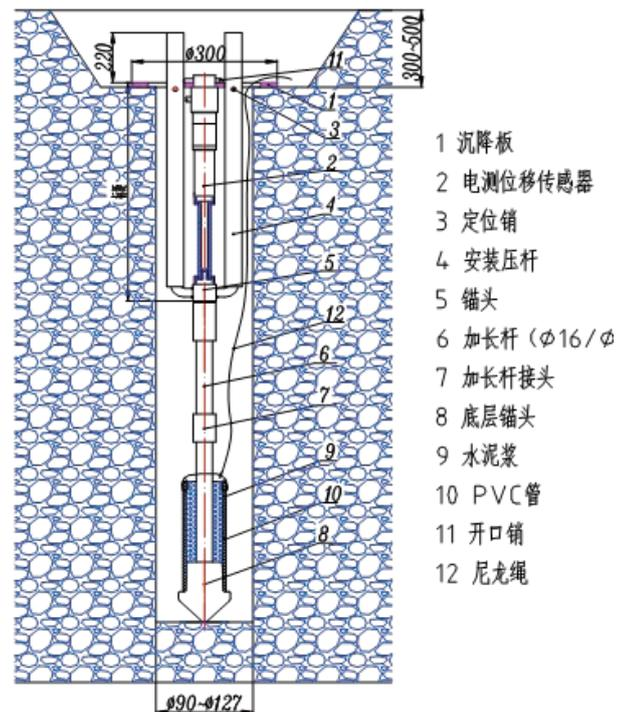

图2 电测式单点沉降计安装方法图
3、安装前应进行全面检查：一是对每只位移传感器进行测量，确定完好；二是对安装附件的检查，如图2所示，包括安装压杆（两根）、定位销（两根）、底层锚头（一
4、造孔:如图2所示,在预定部位按要求钻孔,孔径应在90mm-127mm之间,钻孔铅垂,孔深应达基岩并记录孔深,孔口应平整。
①根据孔深计算出所需加长杆的长度,并配齐加长杆接头。
②插好安装压杆、定位销(沉降计测杆拉至最长)。
③将底层锚固组件(包括底层锚头、PVC管、拉杆)与一节加长杆相连接,然后往PVC管内注入混凝土浆,注浆时用工具敲击PVC管外侧,确保PVC管内注满混凝土浆。
④将尼龙绳(长度至少比孔深长3m)一端与PVC管上麻绳相连,打好死结。
⑤然后将灌好浆的锚固组件插入孔内至孔口处连接下一节加长杆继续插入孔内并连接下一节加长杆直至将所有加长杆连接完后最后连接单点沉降计。安装过程中应用综合测试仪对单点沉降计进行全程监控,以保证单点沉降计处于最大量程的状态。
⑥用力压安装压杆,直到把底层锚头压至基岩为止。
⑦底层锚头安装到位后,用力拉尼龙